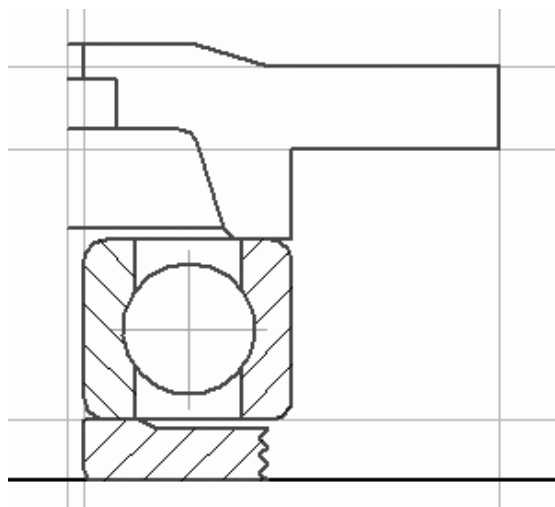

Рис. 2.91. Вычерчивание сквозной крышки подшипника ведомого вала
2. Как я уже говорил, остальные размеры крышки определяете вы сами, конструктивно. По этой причине попытайтесь самостоятельно создать изображение, подобное показанному на рис. 2.91 (должны быть точно заданы только диаметр крышки и толщина фланца). В качестве границы изображения используйте вспомогательную линию, обозначающую радиус участка вала, входящего в отверстие крышки.